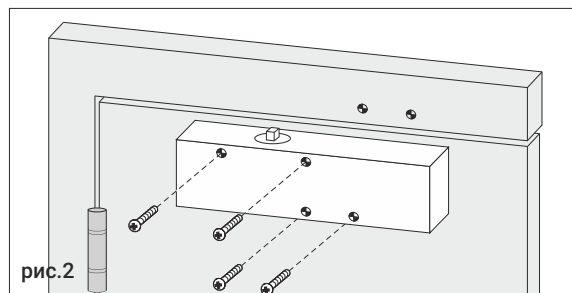

рис. 2
1. Установите доводчик таким образом, чтобы винты регулировки CLOSING SPEED (закрывание двери) и LATCH SPEED (доводка двери) находились со стороны петель. Зафиксируйте обязательно четырьмя винтами M5 (шурупами), рис. 2. Установка на два или три винта (шурупа) не допускается!